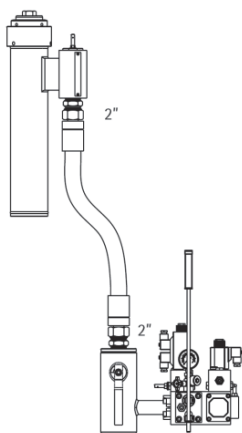

Fig. 11 – Collegamento con tubo flex 2"
- Con un solo tubo flessibile da 2" e niples 2" angolo 60° (vedi Fig. 11);